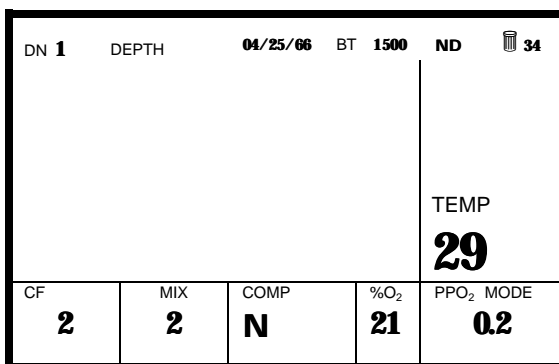

Fig.5 Ecran de surface
Finalement, le mode surface apparaît. Cet écran contient diverses informations utiles à la planification de votre plongée. Le numéro de la plongée (DN), la date, l'heure, la tension de la pile, la température (TEMP), la formule de calcul (CF), le numéro du mélange, la composition du mélange (COMP), la fraction d'oxygène (en %) et la pression partielle d'oxygène (PPO₂) en atmosphère. (Voir Figure 5).